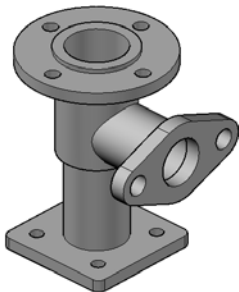

图 9-38 灰度
- 灰度：使用平滑着色和单色灰度显示对象，如图 9-38 所示。